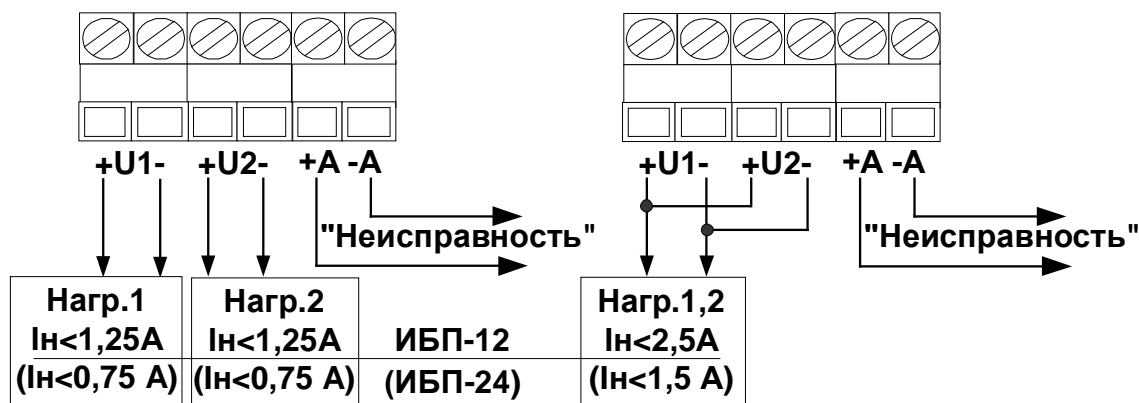
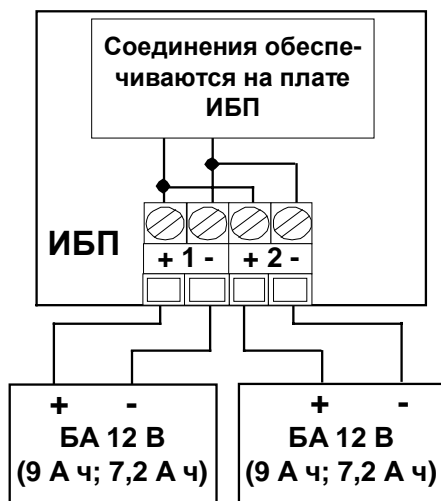
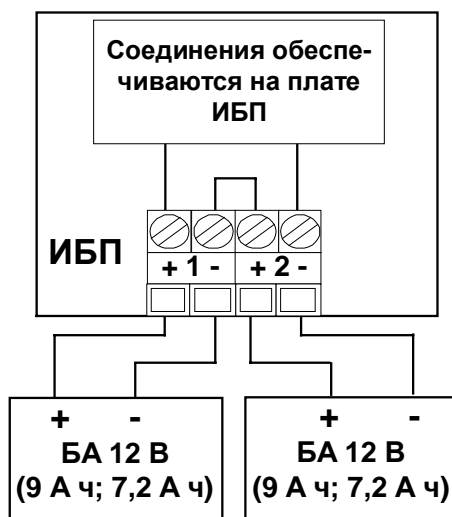
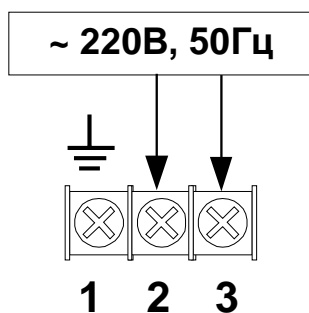

Рис. 3 Схема подключения нагрузки $I_n < 1,25A$ ($I_n < 0,75 A$) и $I_n < 2,5A$ ($I_n < 1,5 A$) и сигнала “Неисправность” к разъему XT2 – для ИБП-12 (ИБП-24).
Рис. 4 Подключение аккумуляторных батарей в ИБП-12 к разъему XT2
Рис. 5 Подключение аккумуляторных батарей в ИБП-24 к разъему ХТ2
Рис. 6 Подключение сетевого кабеля к разъему ХТ1
Подключение нагрузки к выходам 1 и 2 показано на Рис. 3 . При токе нагрузки более 1,5 А выходы 1 и 2 “запараллелить” в соответствии Рис. 3 (клеммы показаны на правой части рис).
В ИБП-12 и ИБП-24 используются аккумуляторные батареи на 12В. Аккумуляторные батареи устанавливаются в корпусе и подключаются проводами с красными и синими наконечниками, обозначающими полярность (“+”-красный, “-”-синий) Подключение аккумуляторных батарей для ИБП-12 и ИБП-24 отличаются способом их объединения. Подключение аккумуляторных батарей для ИБП-12 показано на Рис. 4. В случае использования двух батарей они zapараллеливаются на выходе уже имеющейся на плате перемычкой. Возможно подключение одной батареи, в этом случае неиспользуемые для подключения клеммы проводов БА изолировать или отсоединить от клемм XT2.
Для ИБП-24 обязательно использование двух аккумуляторных батарей. Их подключение показано на Рис. 5. Они объединяются последовательно уже имеющейся на плате перемычкой.
Подключение сетевого кабеля 220В к разъему ХТ1 показано на Рис. 6 .
6.4.4 Подключение соединительных линий и БА к клеммам ИБП производится в соответствии с Рис. 3, Рис. 4, Рис. 5, Рис. 6. Перед подключением вилку внешнего питания 220В необходимо отсоединить от сети.
6.5. Установить аккумуляторные батареи, подключив их к клеммам с помощью соединительных проводов, имеющих соответствующую маркировку (красный наконечник «+», синий наконечник «-») по схеме, приведенной на Рис. 4 и Рис. 5.